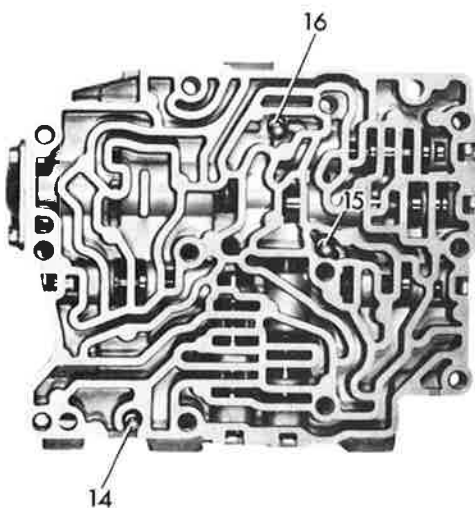

Bild 5
6. Kugeln (7 mm $\emptyset$) und 1 Kugel (5,5 mm $\emptyset$) mit Feder in das Schaltschiebergehäuse-Oberteil einlegen (Bild 5).